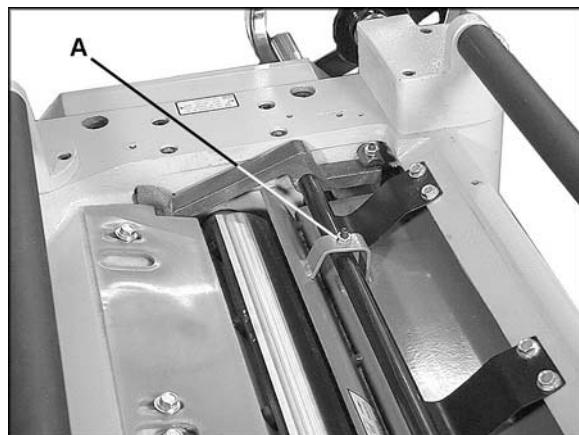

Figura 28
2. Afloje las tuercas de bloqueo (A, Figura 28) en ambos extremos del rompevirutas y gire los tornillos niveladores para elevar o bajar el rompevirutas según sea necesario. Los tornillos de nivelación deberían ser girados de igual forma.
3. Cuando el rompevirutas haga contacto con el bloque calibrador, ajuste ambas tuercas de bloqueo (A, Figura 28).